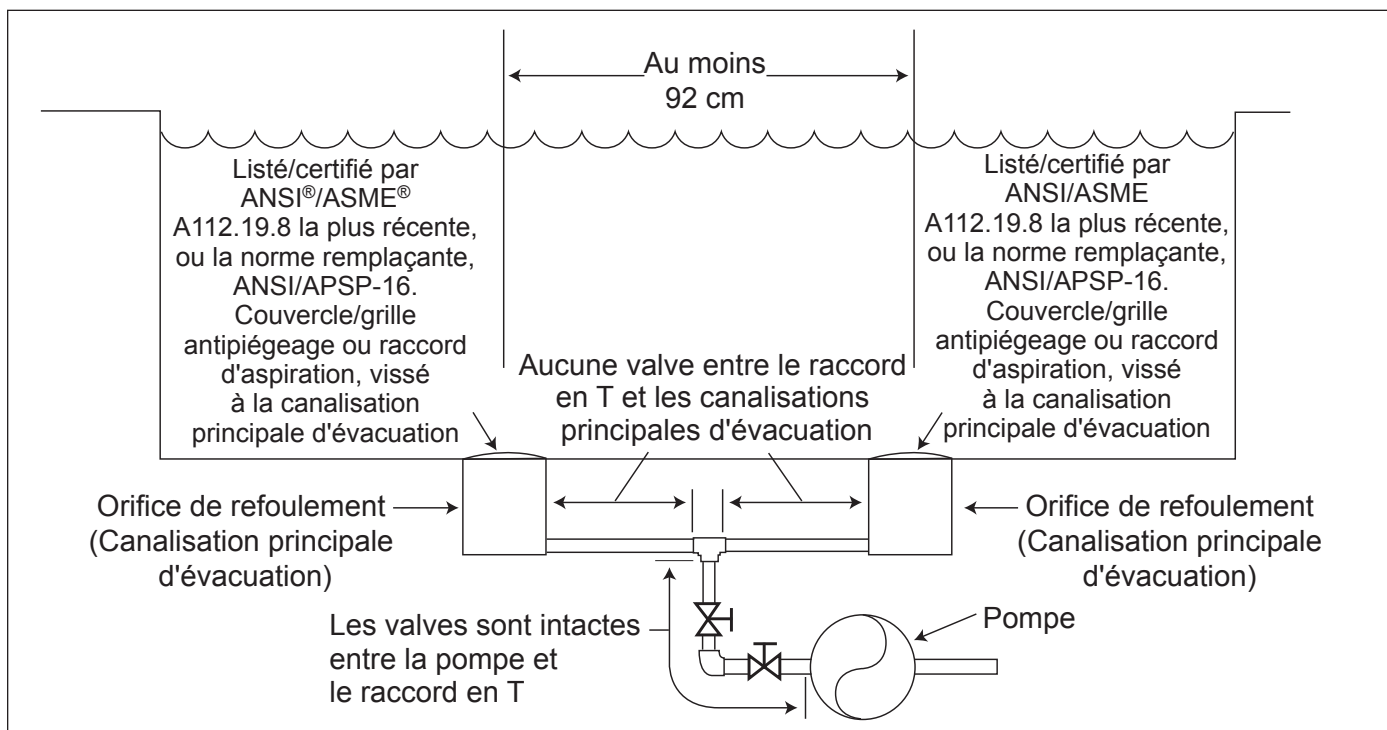

Figure 1. Nombre de sorties d'aspiration par pompe
Nombre de sorties d'aspiration par pompe - Fournir au moins deux (2) canalisations d'évacuation hydrauliquement équilibrées, avec couvercles, en guise de sorties d'aspiration pour chaque conduite d'aspiration de pompe de circulation. Les centres des canalisations d'évacuation principales (sorties d'aspiration) sur toute conduite d'aspiration doivent être à au moins un (1) mètre (3 pieds) du centre. Voir figure 1 en page 7.
Le système **doit** être conçu pour inclure au moins deux sorties d'aspiration (canalisations d'évacuation) connectées à la pompe chaque fois que la pompe fonctionne. Cependant, si deux (2) canalisations principales d'évacuation aboutissent à une seule conduite d'aspiration, cette dernière peut être équipée d'une valve qui coupera les deux canalisations principales d'évacuation de la pompe. Le système devra être construit de manière à ne pas permettre une fermeture ou un isolement distinct ou indépendant de chaque canalisation d'évacuation. Voir figure 1 en page 7.